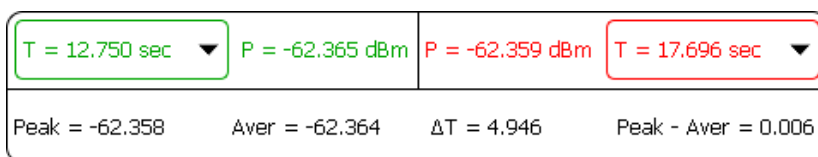

Рисунок 7.11 – Окно взаимодействия с маркерами группы Using Markers
2.2 При использовании маркеров группы Using Markers (установлена галочка), пользователю доступны следующие параметры для анализа результатов измерений (рисунок 7.11).